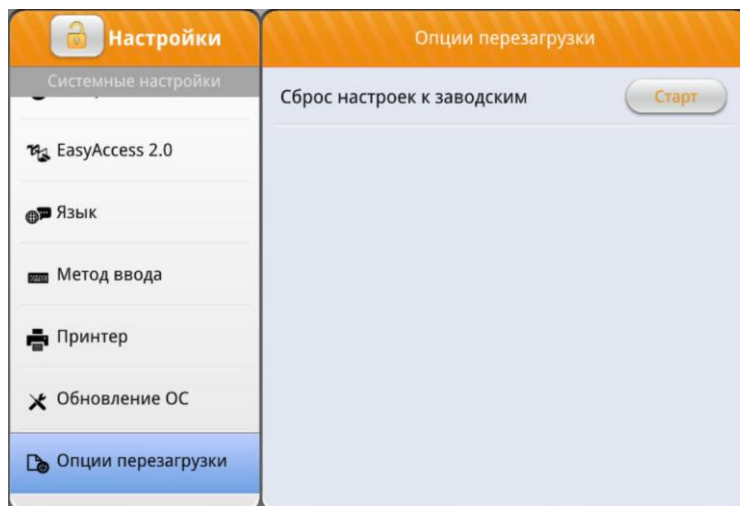

Рисунок 3.6 – Окно «Опции перезагрузки»
3. Перейти на вкладку «Опции перезагрузки» (рисунок 3.6).